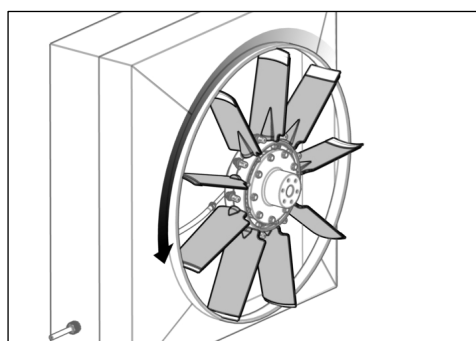

Fig. 33
- 29) Drej ventilatoren manuelt (se Fig. 33).